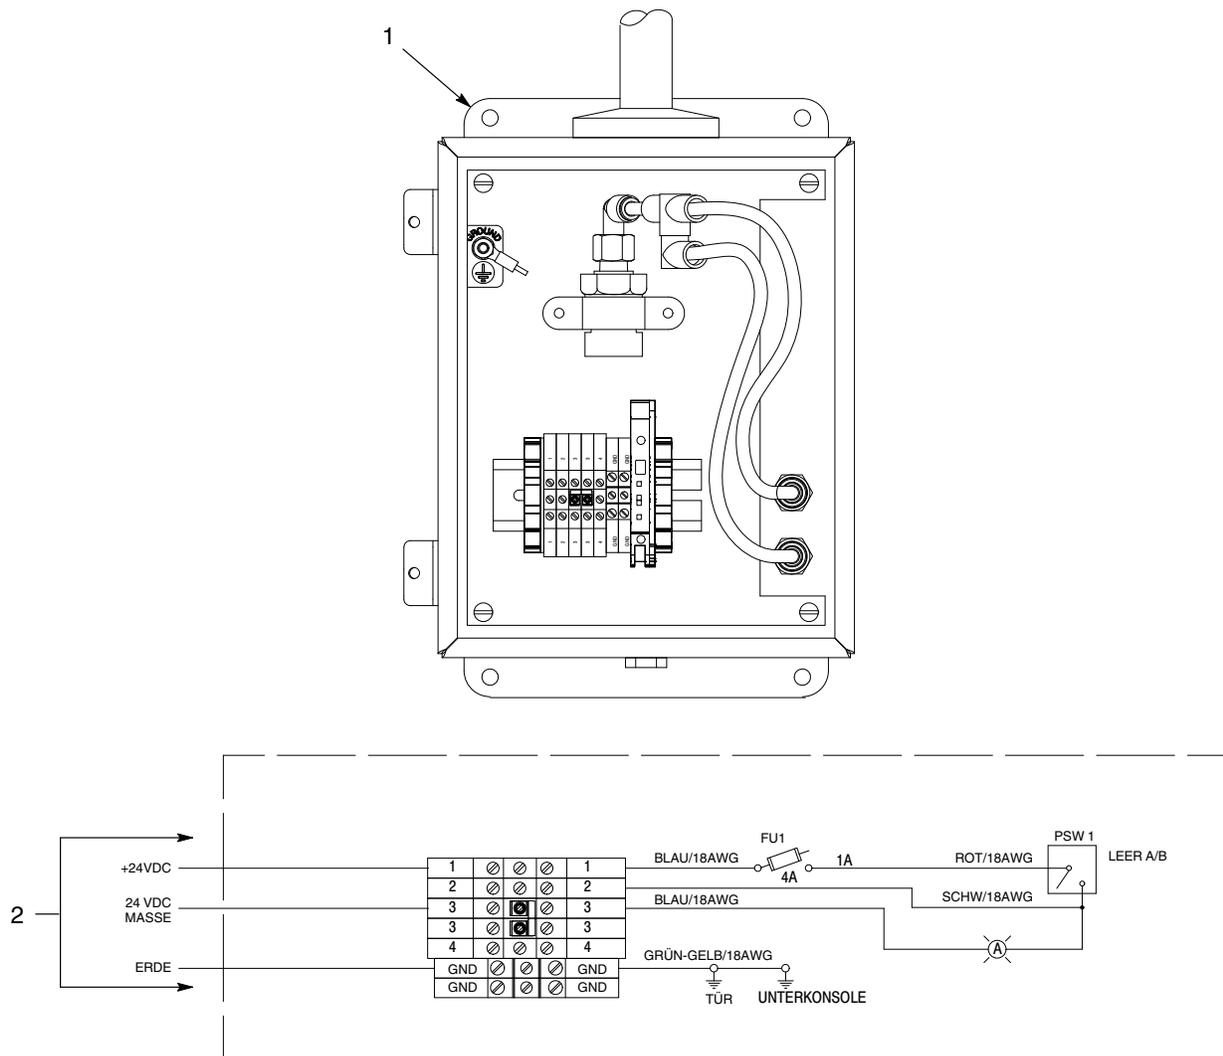

Abb. 3 Elektrische Anschlüsse
1. Siehe Abb. 3. Eine 24 VDC Spannungsversorgung für die Anschlussbox (1) bereitstellen.
3. Die Drähte (2) wie abgebildet anschließen.